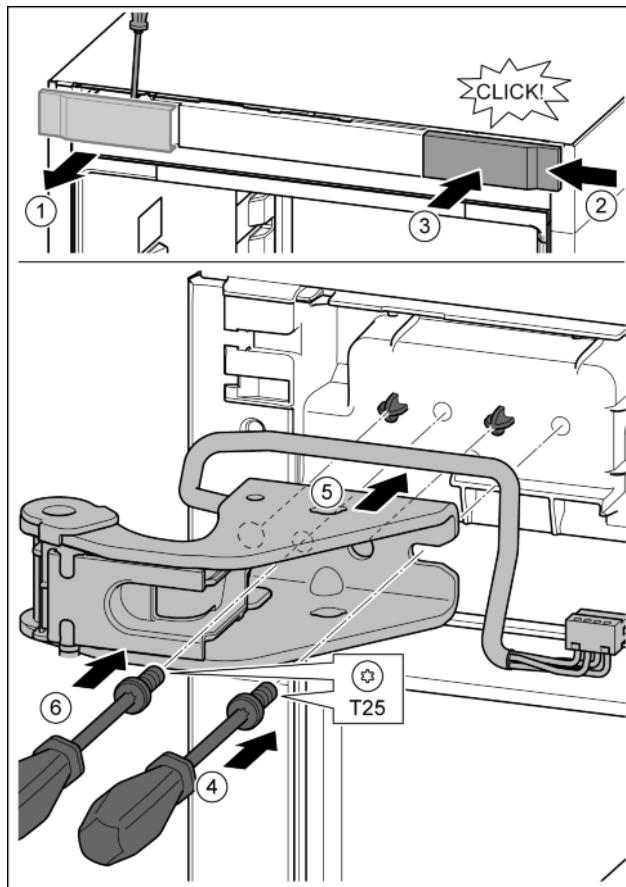

Fig. 27
- Крышку отсоединить с помощью отвертки и убрать в сторону. *Fig. 27 (1)*
- Навесить крышку, повернув ее на 180°, справа с другой стороны. *Fig. 27 (2)*
- Крышку зафиксировать. *Fig. 27 (3)*
- Установить винт отверткой T25. *Fig. 27 (4)*
- Установить верхний опорный кронштейн. *Fig. 27 (5)*
- Затянуть винт. *Fig. 27 (4)*
- Вставить и затянуть винт отверткой T25. *Fig. 27 (6)*